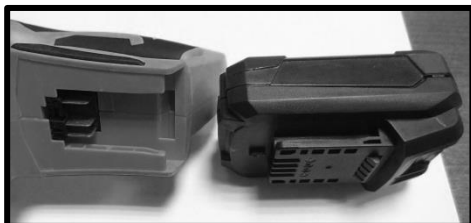

Рис.7
6.3. Установка аккумулятора (Рис.7, 7a,7b).